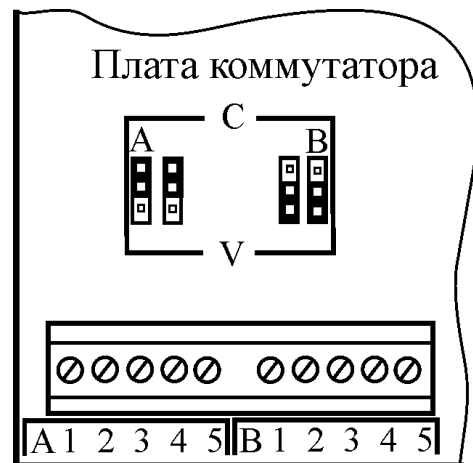

Рисунок 5
9. Установите парные перемычки для каждого блока вызова на плате коммутатора в положение «С», если подключен блок вызова с КМЛС или в положение «V», если подключены блоки вызова типа ЦИФРАЛ М-1.1V (см. рисунок 5).